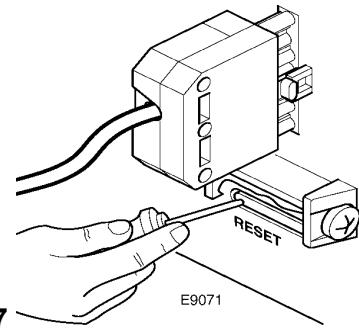

Рис. 17
- Запустить горелку: для чего необходимо отодвинуть назад блок управления, **на который в этот момент должно подаваться электропитание**, и нажать специальным инструментом на язычок RESET (сброс) (смотри рисунок 17).